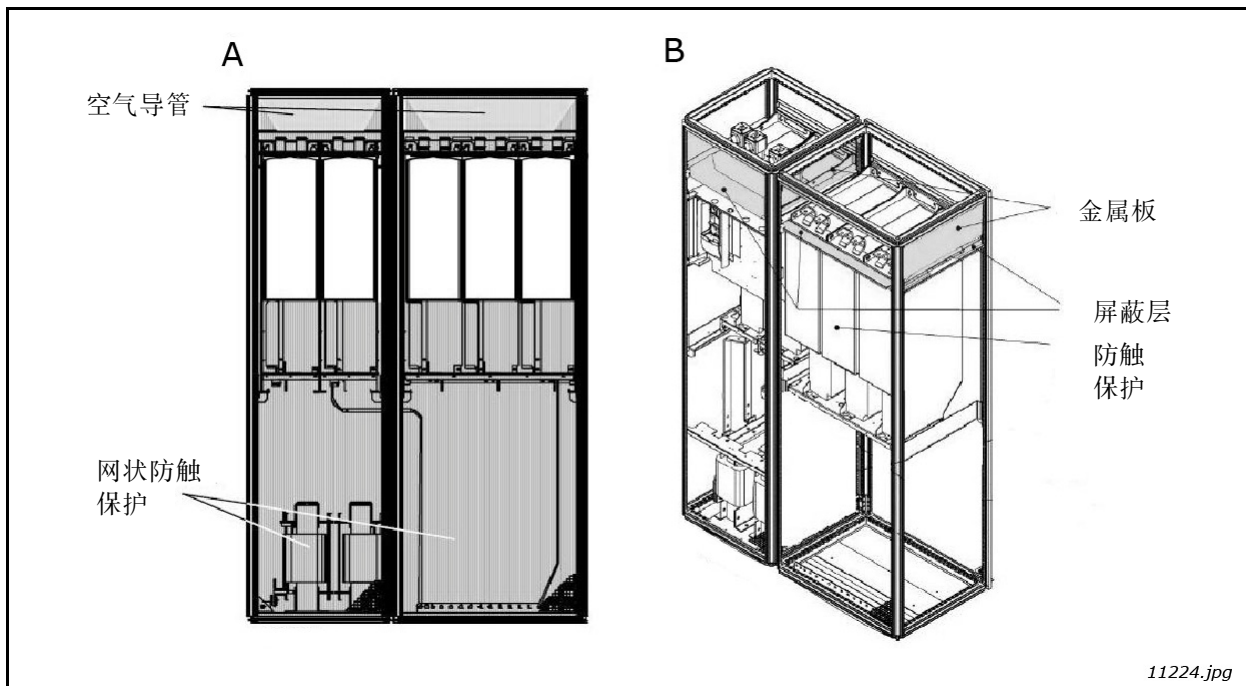

图 37. 柜冷却气流导向
- A. 从功率单元到机柜顶部的出口安装封闭式空气导管（如图 37 中的 A 所示）。
- B. 在功率单元与柜壁之间的间隙中安装屏蔽层（如图 37 中的 B 所示）。